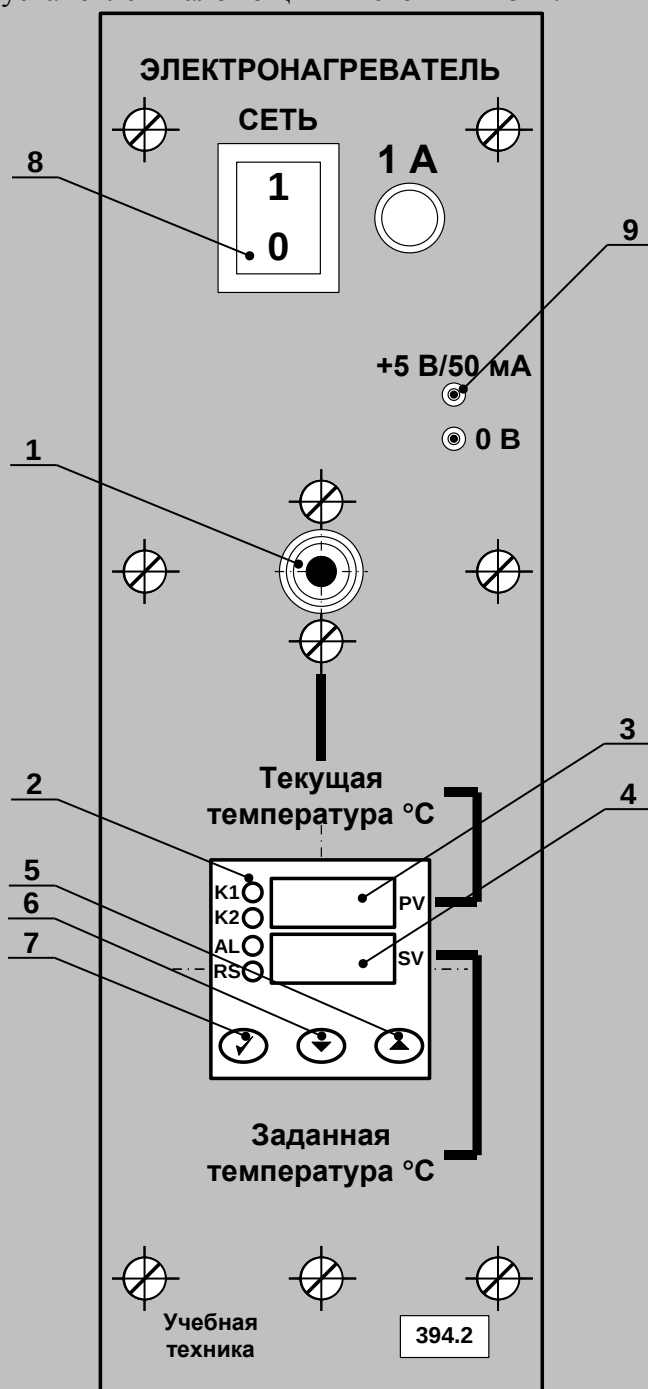

Рис. 2.5.1. Лицевая панель блока электронагревателя (394.2).
Блок электронагревателя (рис. 2.5.1) используется для тестирования датчиков температуры. Блок позволяет задать и автоматически поддерживать температуру нагревателя. В блоке установлен маломощный источник +5 В.
Слева от индикаторов 3 и 4 (рис. 2.5.1) на лицевой панели регулятора температуры установлены 4 светодиода
1. Нажать одну из кнопок управления 5 или 6 регулятора температуры 2 (рис. 2.5.1).
Начинает мигать индикатор заданного значения температуры нагревателя (SV, зеленый индикатор 4, рис. 2.5.1).
3. После установки требуемого значения температуры необходимо однократно нажать кнопку 7 (рис. 2.5.1). Мигание индикатора 4 (рис. 2.5.1) прекращается. Температура задана.
1. Однократно нажать кнопку 7 (рис. 2.5.1) регулятора температуры. На индикаторе 3 (красный, PV) отобразиться надпись «r-S». На индикаторе 4 (зеленый, SV) текущее состояние регулятора «StoP» (СТОП) или «rUn» (РАБОТА).